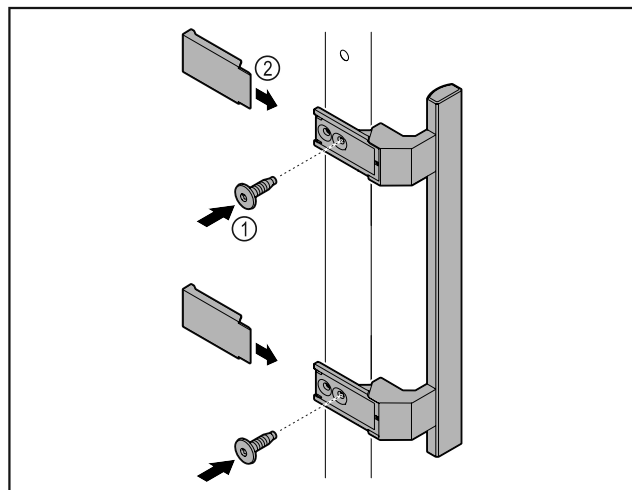

Fig. 5
- ▶ Madlo z příloženého příslušenství upevněte na dveře pomocí příložených šroubů Fig. 5 (1).
- ▶ Nasadte krytky Fig. 5 (2).